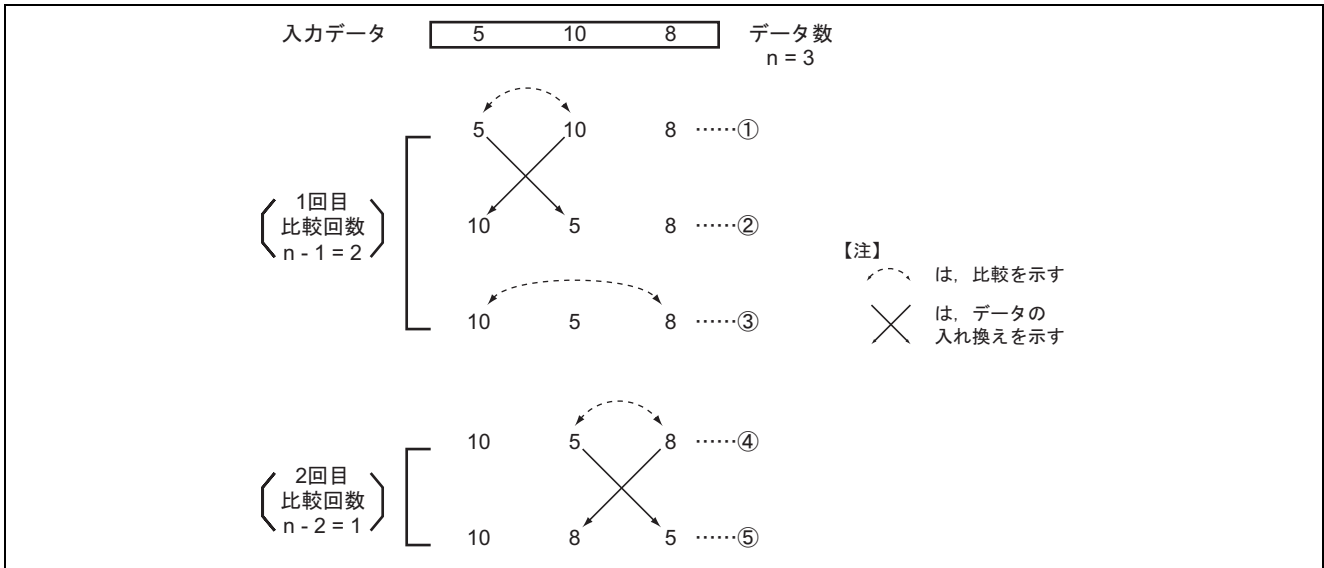

図 2 ソートリングの例
(1) 図 2 に 3 個のデータを大きい順にソートリングする例を示します。
(図 2 , , を参照)
(図 2 , を参照)